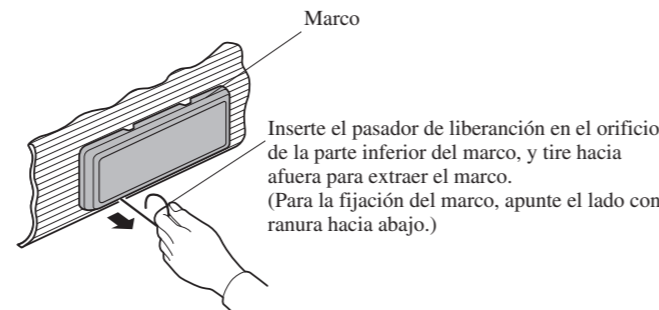
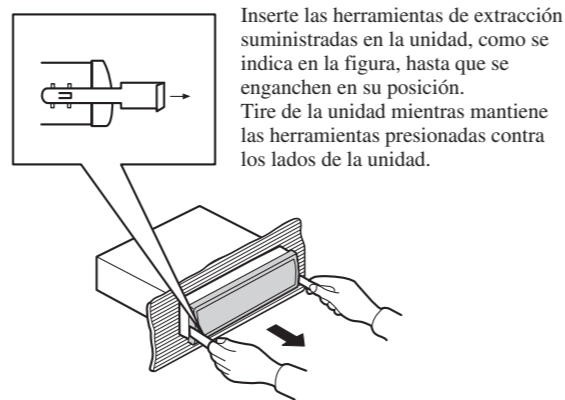

Fig. 6
Fig. 7
**Extracción de la unidad (Fig. 6) (Fig. 7)**